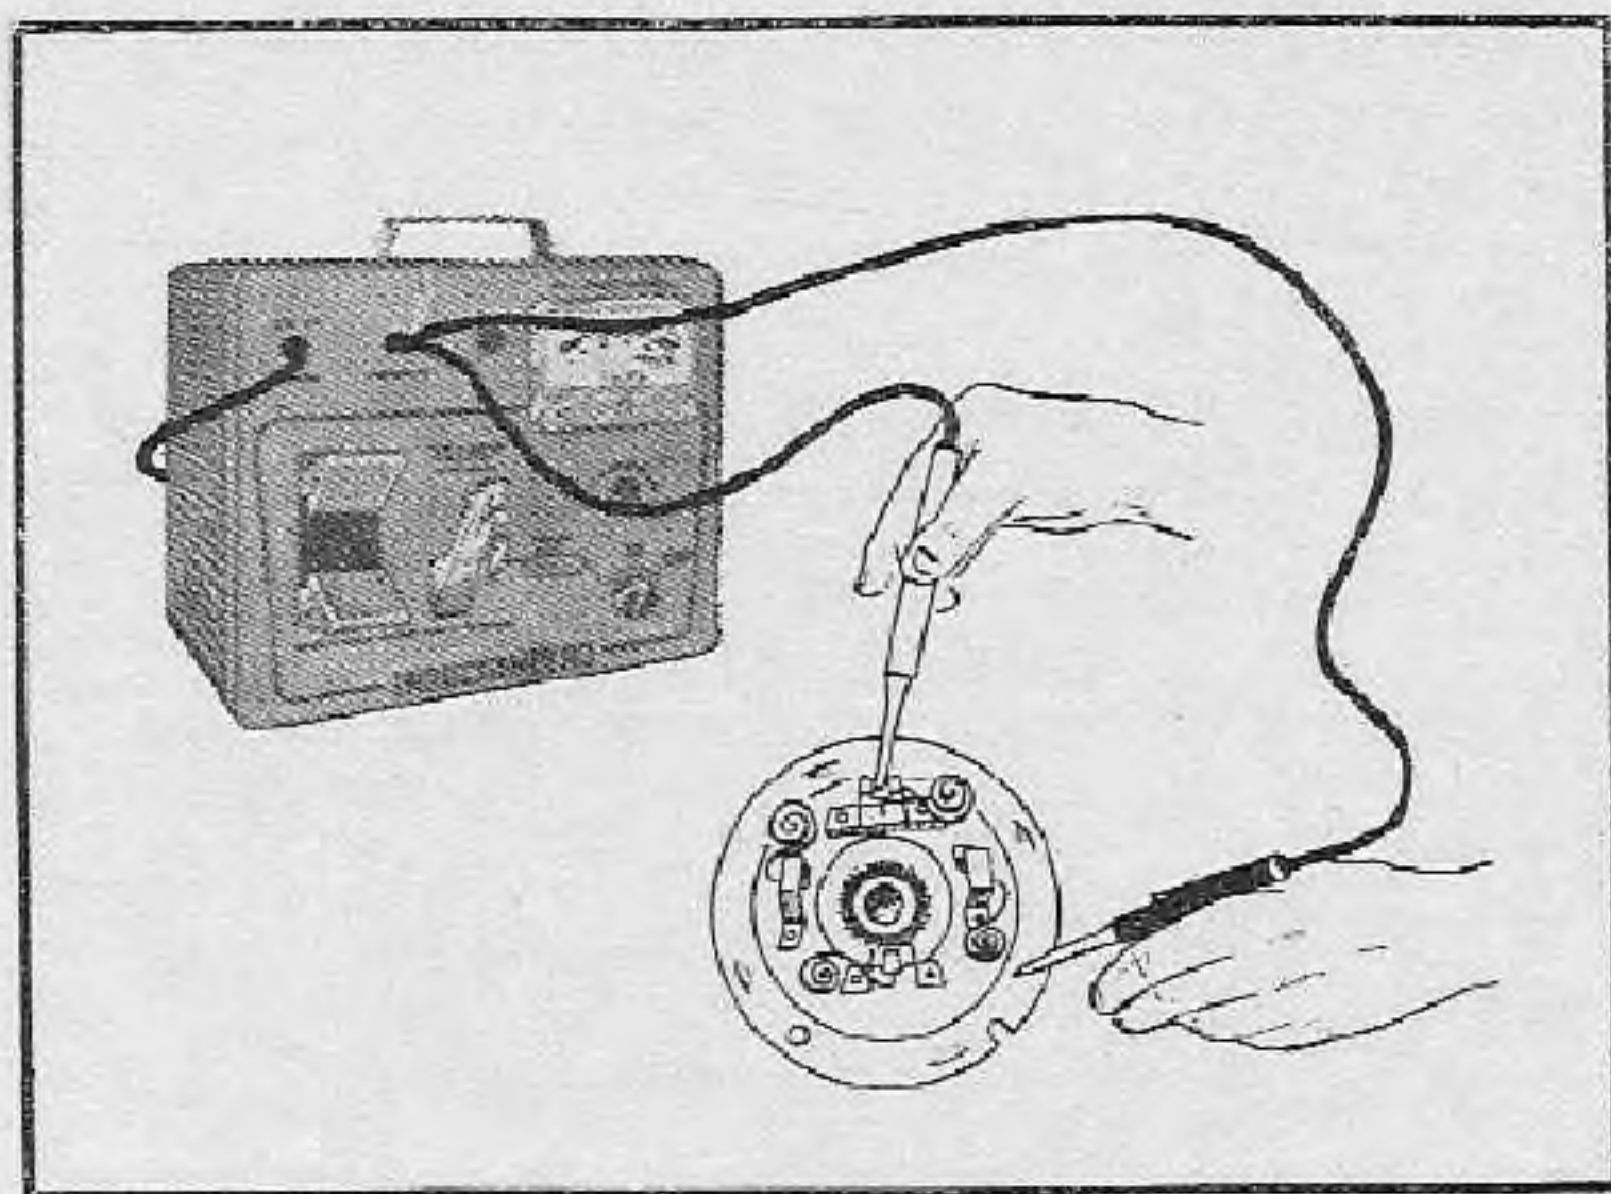

Fig. 155. — Prueba de la aislación del portaescobilla.
3. Apoyar una de las puntas de prueba en la escobilla y tocar masa con la otra (fig. 155).
La verificación se efectúa del mismo modo que la descrita en el párrafo anterior (fig. 155), haciendo contacto con las puntas de prueba en la escobilla y en la tapa.